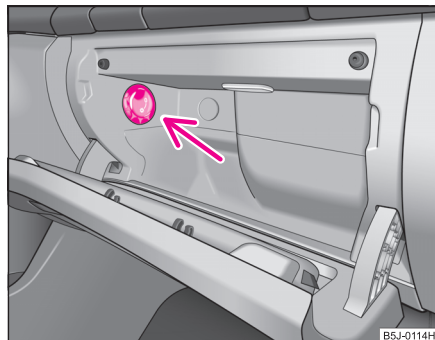

Fig. 81 Compartimento guardaoobjetos: manejo de la refrigeración
- Con el conmutador giratorio ⇒ fig. 81 conecta o desconecta la refrigeración.